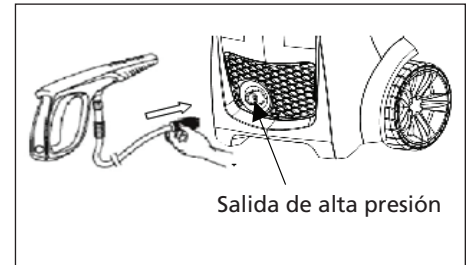

Figura 16 - Conecte la manguera de alta presión a la salida de alta presión
5. Conecte la manguera de alta presión a la salida de alta presión (ver la figura 16).
10. Conecte la manguera de alta presión a la salida de alta presión (ver la figura 16).